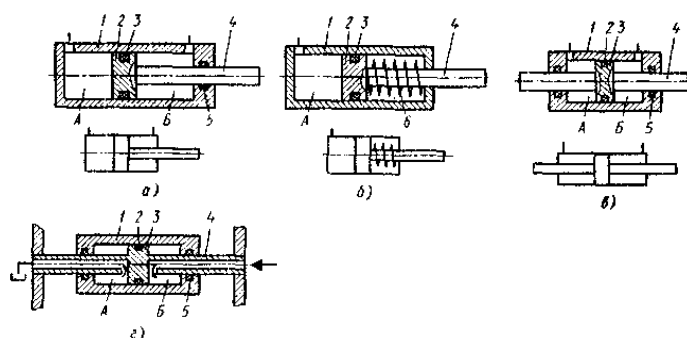

Рисунок 1 – Схемы поршневых гидроцилиндров:
Поршневым называют гидроцилиндр, в котором рабочие камеры образованы рабочими поверхностями корпуса и поршня со штоком (рис. 1). В цилиндрической расточке корпуса 1 (рис. 1, а) находится поршень 2, жестко соединенный со штоком 4. Цилиндр имеет две полости: поршневую А – часть рабочей камеры, ограниченную рабочими поверхностями корпуса и поршня, и штоковую Б – часть рабочей камеры, ограниченную рабочими поверхностями корпуса, поршня и штока. Для герметизации подвижных соединений в цилиндре установлены уплотнительные кольца 3 и 5.
– со стороны поршневой полости для цилиндров с односторонним штоком (см. рис. 1, а и б)
– со стороны штоковой полости для цилиндров с односторонним (см. рис. 1, а) и двусторонним (см. рис. 1, в и з) штоками при условии равенства диаметров правого и левого штоков